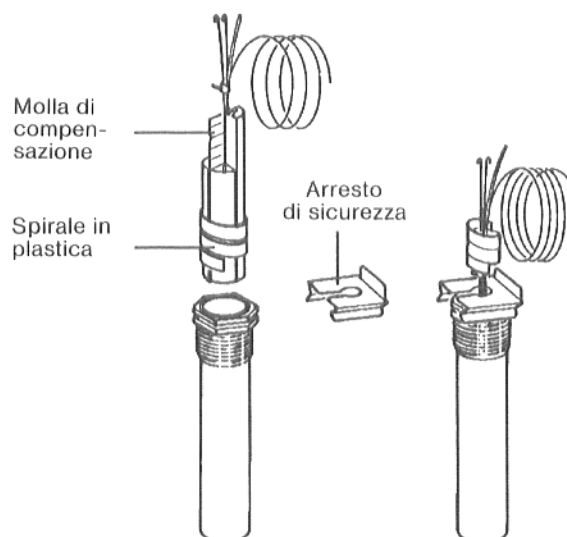

Fig. 12: Guaina d'immersione e sonde di temperatura
9. Immettere a fondo le sonde nella guaina (pozzetto, Fig. 12). Le spirali in plastica vengono automaticamente espulse (Fig. 12). Le molle di compensazione devono essere coimmesse nella guaina (Fig. 12).
10. L'arresto di sicurezza della sonda, a corredo fornitura apparecchio di regolazione, deve essere premuto da sopra o lateralmente sulla testa delle guaine d'immersione (pozzetti, Fig. 12).